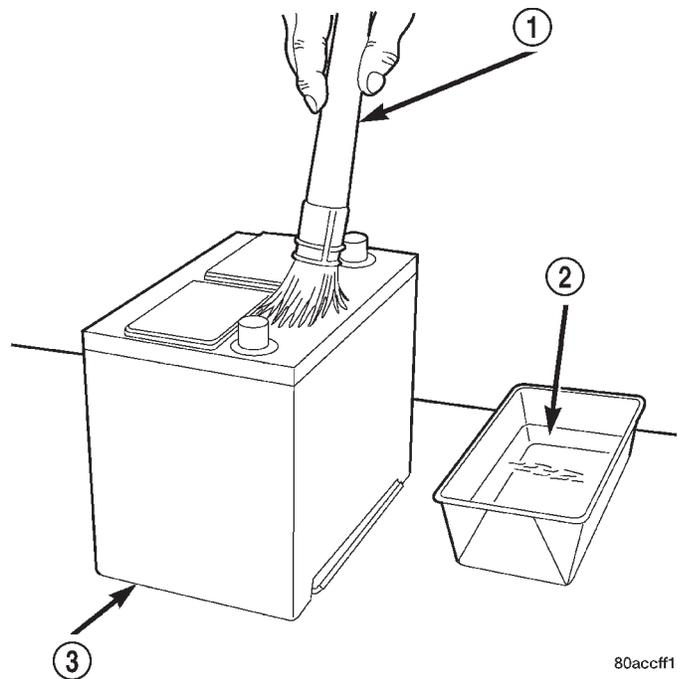

Abb. 29 Batterie reinigen—Typisch
(2) Batterieträger und Batteriehalterung auf Korrosion oder Beschädigungen überprüfen. Korrodierte Stellen mit einer Drahtbürste oder mit einem Polreinigungswerkzeug und einer Lösung aus warmem Wasser und Natriumbikarbonat reinigen. Blanke Metallstellen lackieren und beschädigte Bauteile austauschen.
(3) Soll die Batterie wieder eingebaut werden, die Außenseite des Batteriegehäuses und die Oberseite der Batterie mit einer harten Bürste und einer Lösung aus warmem Wasser und Natriumbikarbonat reinigen, um Säurereste zu beseitigen (Abb. 29). Anschließend mit klarem Wasser nachspülen. Darauf achten, daß die Reinigungslösung nicht über die Entgasungsöffnungen in das Innere der Batterie gelangt. Näheres zum Austauschen einer Batterie siehe "Batterie" im Index dieses Werkstatthandbuchs.
(4) Kälteschutz der Batterie mit einer Bürste mit harten Borsten und einer Lösung aus warmem Was-